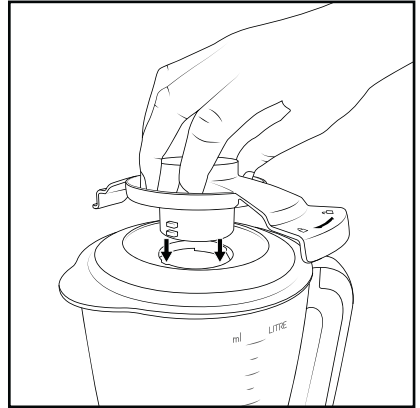

Bild 2
- Sätt på låset till locket **14** så att låsets **14** arreteringar glider in i utskärningarna på mixerlocket **15**. Den breda fliken med låssymbolerna (**6** **6**) ska peka mot den europeiska skalan (ml/liter) (bild 2).